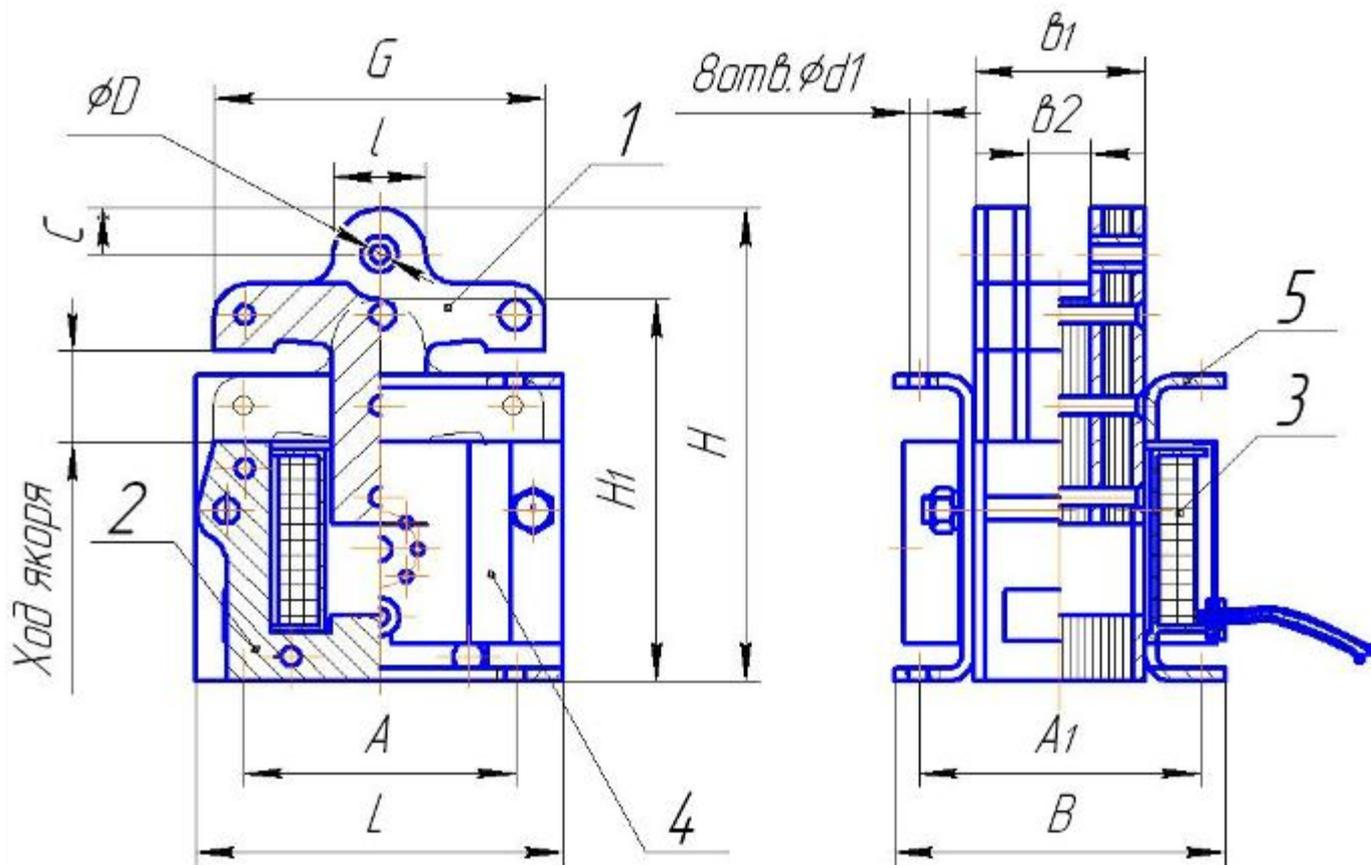

Рис.1 Электромагниты ЭМИС1100.....5100.
4.1 Электромагнит тянущего исполнения (рис.1) состоит из следующих основных сборочных единиц: якоря 1, катушки 3, ярма 2, скобы 5.
- 6.4** Крепление тяги исполнительного механизма к якорю электромагнита (рис.1) выполняется в отверстие \varnothing Д.